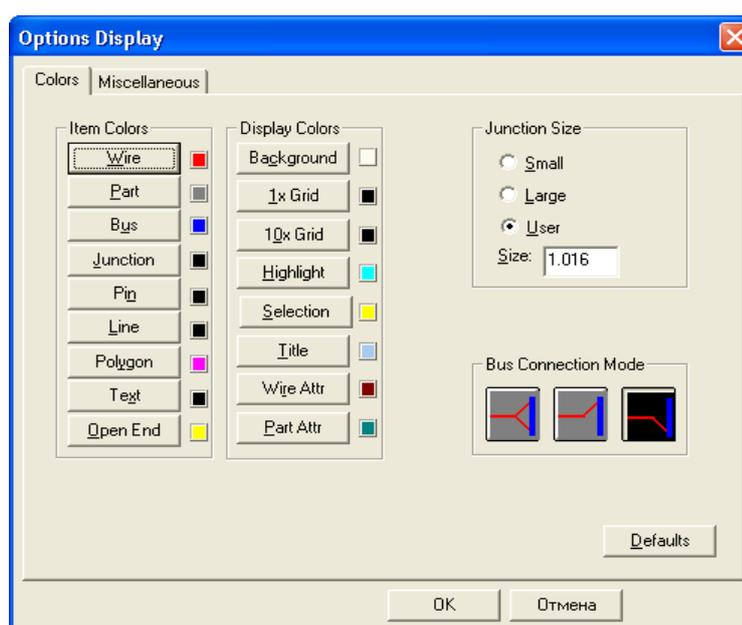

Рис.1.4. Диалоговое окно Options/Display/Color настройка элементов цепи и дисплея
- В закладке **Miscellaneous** (рис. 1.4.) окна **Options Display** в области **Cursor Style** выбирается стиль курсора: